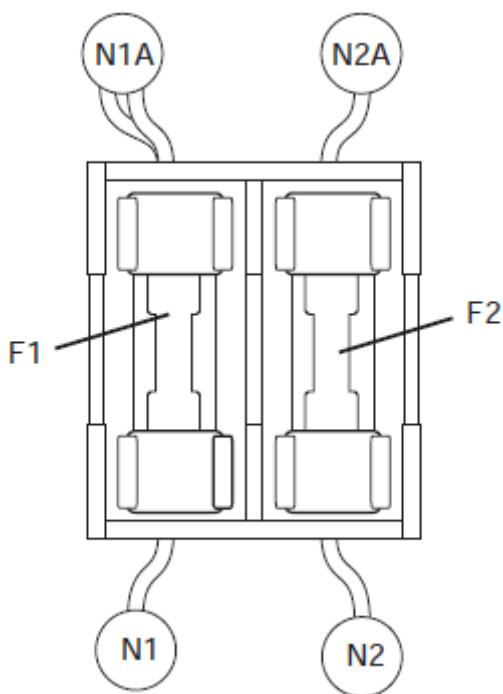

Рисунок 8. Патрон плавкого предохранителя и предохранители
3. Вынуть предохранители F1 и F2 из патронов (смотреть рисунок 8).